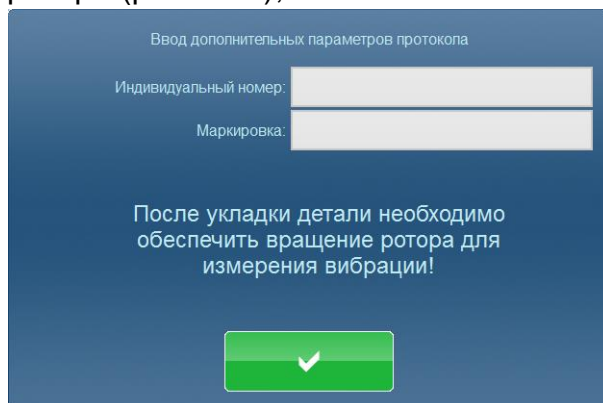

Рис.9.7.1
1.3 В открывшемся окне «Ввод дополнительных параметров протокола» введите необходимые данные ротора (рис.9.7.1);
2.3 В открывшемся окне «Ввод дополнительных параметров протокола» введите необходимые данные ротора (см.рис.9.7.1);